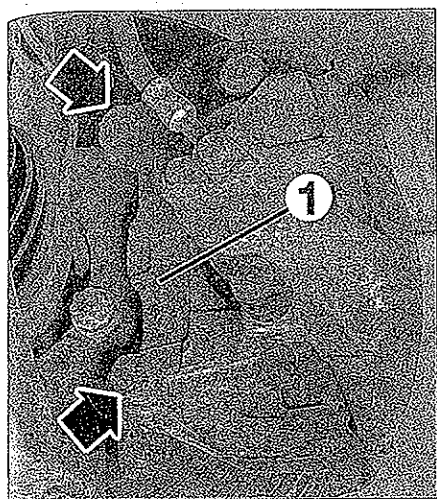

FIG. 9
- Desmontar el soporte de pinza (1) (fig. 9).